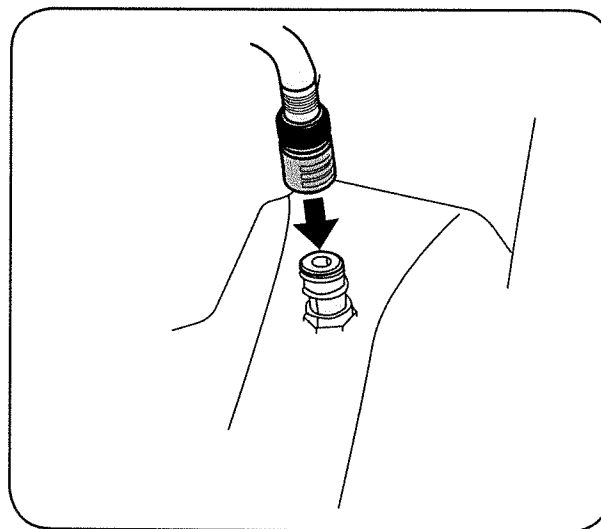

Figura 12
3. Una el acople de la manguera al puerto de agua que se encuentra en la superficie de la plataforma. Vea la Figura 12.